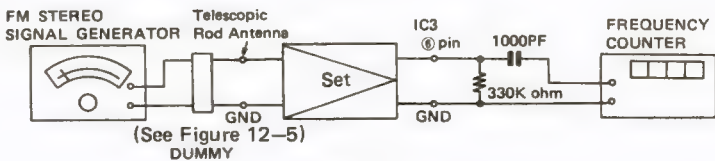
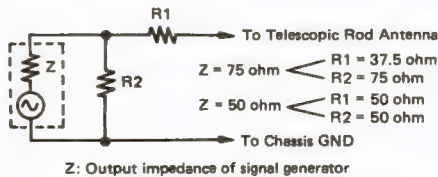

Figure 12-4
Figure 12-5 FM DUMMY
- Connect instruments as shown in Fig. 12-4 and Fig. 12-5.
- Raccorder les instruments comme l'indiquent les Figures 12-4 et 12-5.